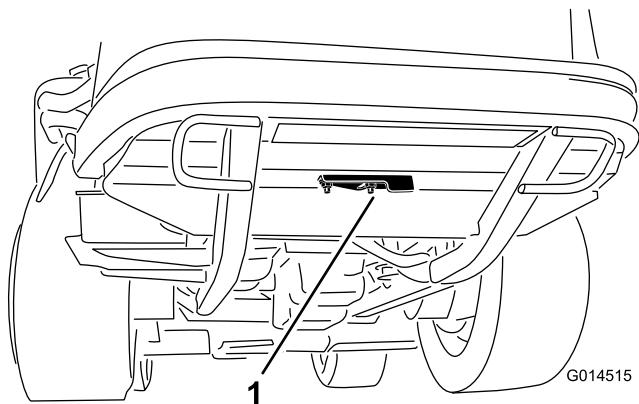

Figure 34
2. Desserrez l'écrou à embase qui fixe le couvercle de nettoyage à la face inférieure du cadre arrière (Figure 34). Faites pivoter le couvercle sur le côté pour exposer le trou de nettoyage dans le cadre.